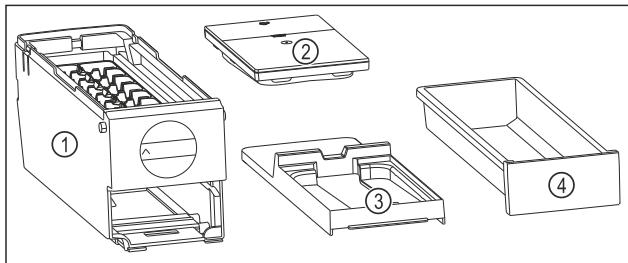

Fig. 80 Composants de l'EasyTwist-Ice
► L'EasyTwist-Ice est démonté en quatre parties. (voir Fig. 80)
► Ne démonter l'EasyTwist-Ice que de la manière illustrée. (voir Fig. 80)
► Nettoyer le corps de l'EasyTwist-Ice Fig. 80 (1) dans son ensemble.